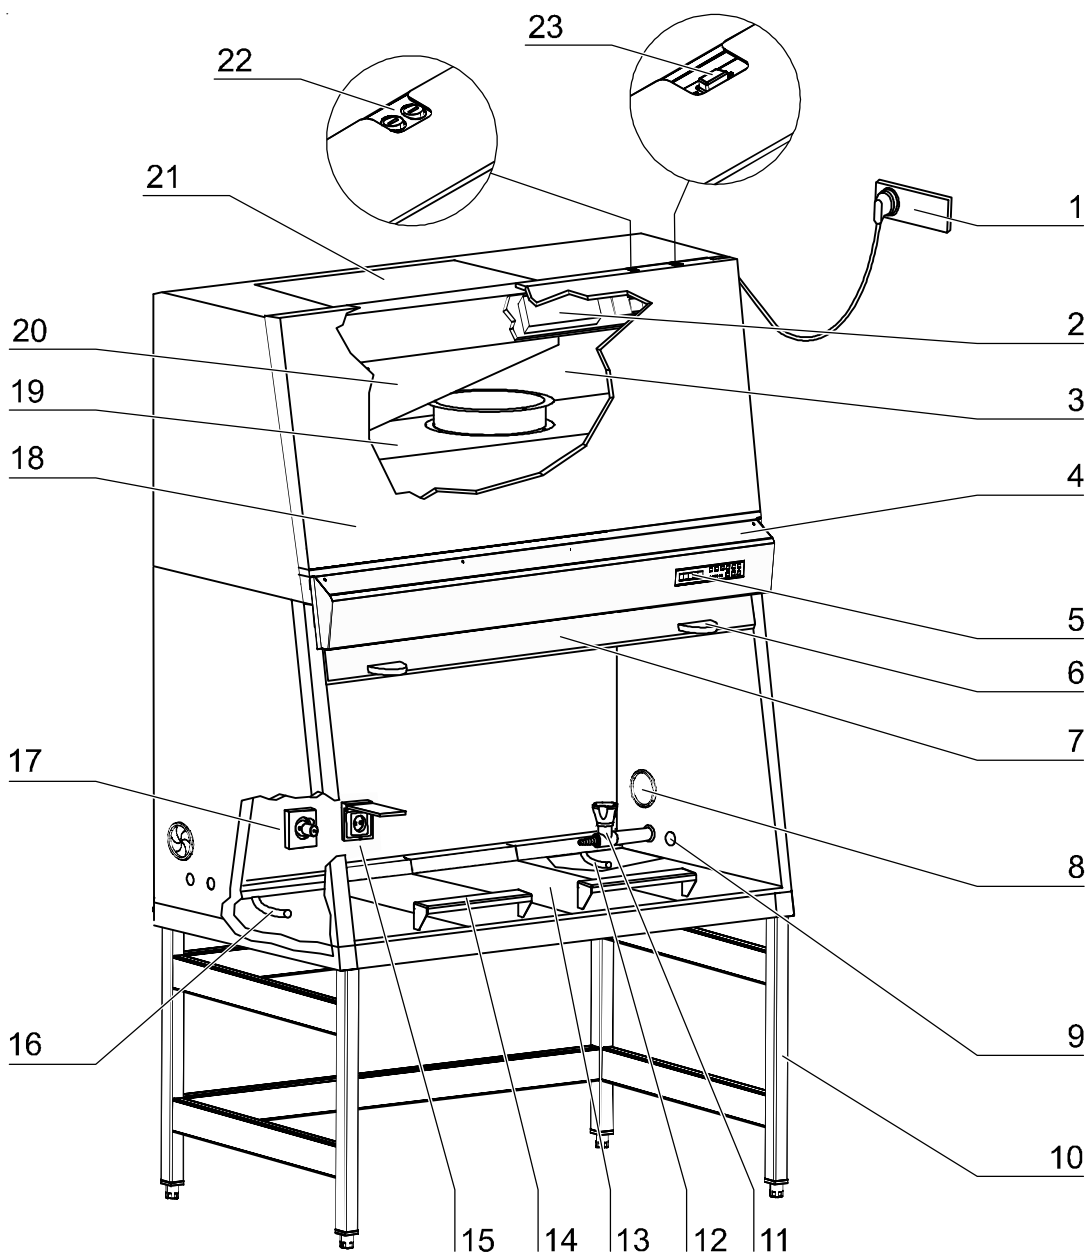

Fig. 3
- **Fig. 3 :** Groupe de plénums [3] avec un plénum pour le ventilateur de circulation d'air [19] et un plénum pour le ventilateur d'extraction [20]. Les filtres pour l'air circulant et l'air évacué sont montés à la proximité immédiate du ventilateur concerné. À travers l'ouverture [20], l'air extrait est soufflé à côté de l'appareil. Le groupe de plénums est entouré par un revêtement [18].